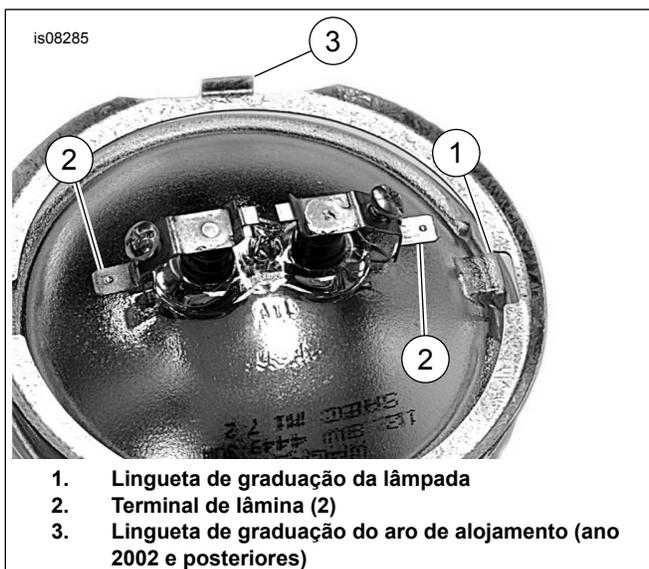

Figura 3. Terminais da lâmpada auxiliar
7. Veja Figura 3. Coloque o aro de alojamento interno na lâmpada. Conecte o fio preto no terminal de lâmina da lâmpada, ao lado da lingueta de graduação da lâmpada (1), na lâmpada. Instale o fio cinza no terminal de lâmina restante.
9. Deslize o conduíte (7) do kit sobre o fio da lâmpada.